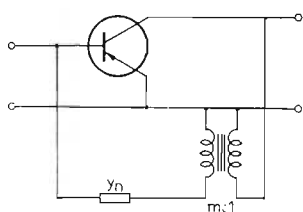
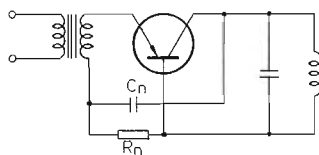

Fig. 5. Ofta förekommande typ av neutralisering, vilken behandlas utförligt i texten.
Fig. 7. Exempel på neutraliseringskoppling med transistorn i JB-koppling.
Betraktas neutraliseringskopplingen enligt fig. 5, kan man för transistorn skriva:
där tecken väljes så att realdelen av y_n enligt (17) blir större än noll. Denna maximering av förstärkningen innebär att neutraliseringsnätet y_n skall belasta in- och utgångsadmittanserna procentuellt lika (se (21) och (22)). Det optimala värdet på m är därtill exakt det värde, som man skall ha på transformatoromsättningen, då man kaskadkopplar flera lika transistorsteg. Härför kan man utnyttja den lågimpediva lindningen på transformatorn (fig. 5) till att direkt driva efterföljande transistorer.
I fig. 7 visas en annan typ av neutralisering. Här är neutraliseringsnätet seriekopplat med transistorn på ingångssidan, medan utgångssidorna av de båda näten är parallellkopplade. Av fig. 4 nederst till vänster framgår att H-matrisen är lämplig för analys av steget. Kopplingen enligt fig. 7 ger lägre förstärkning än den koppling, som visades i fig. 5.
Då neutraliseringsnätet skall injusteras, är det lättast att i ett uppbyggt steg påtrycka utgångssidan en växelspanning. Till ingångssidan på steget, som drives med önskad likströmsinställning, anslutes en känslig rörvoltmeter. Neutraliseringsnätet injusteras härefter, så att ingen växelspanning erhålles till rörvoltmetern. Förfarandet är helt analogt med bryggbalans i en mätbrygga, och i den koppling, som visas i fig. 5, innebär injusteringsen av y_n en mätning av y_{12} , vilket framgår av ekv. (17).